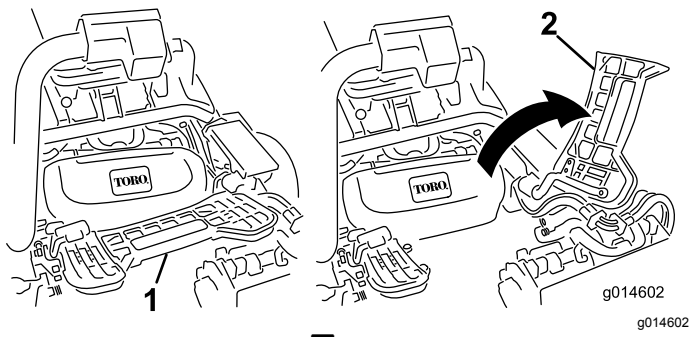

図 47
2. フットレストを跳ね上げて開き、中央カッティングユニット取り付け位置へのアクセスを確保する **図 47**。